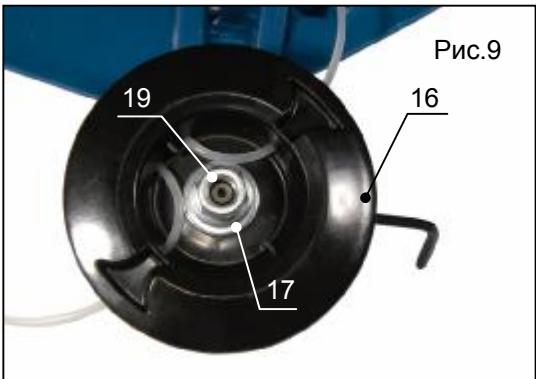
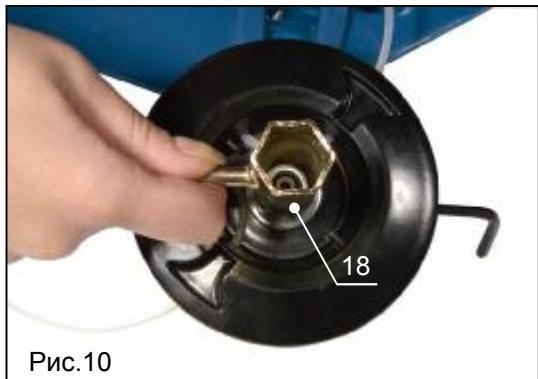

Рис.9
Рис.10
- Уложите катушку с леской (поз.16, рис.9), а затем на неё прижимную шайбу (поз.17, рис.9)
- Затяните с помощью специального ключа (поз.18, рис.10) фиксирующую гайку (поз.19, рис.9) (**левая резьба!**)